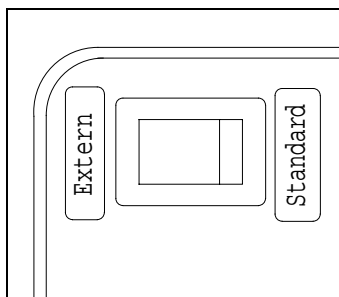

Fig.13
- Mettre l'interrupteur se trouvant sur le panneau arrière du DR 100 sur "externe". **Fig.13**